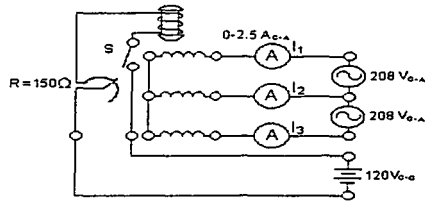

Figura 3
- Conectar el siguiente circuito de la figura 3, utilizando el motor síncrono para impulsar el generador.